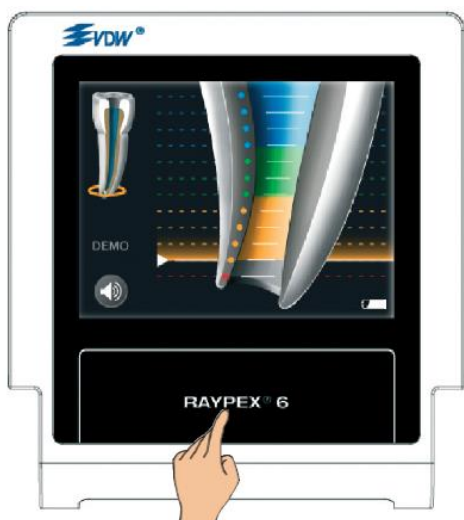

Рис. 37. Вихід з режиму DEMO
- Для виходу з режиму DEMO торкніться стрілки повернення або поля РАЙПЕКС 6 «Home» (рис. 37).